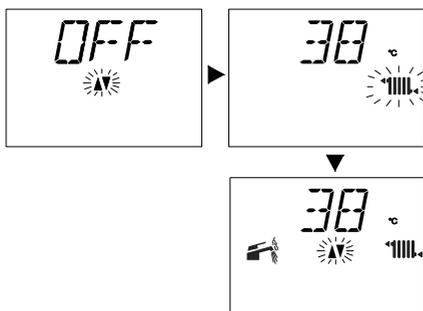

Рисунок 6.6
- Выключите котел, установив переключатель функций 4 в положение , см. Рисунок 6.6.